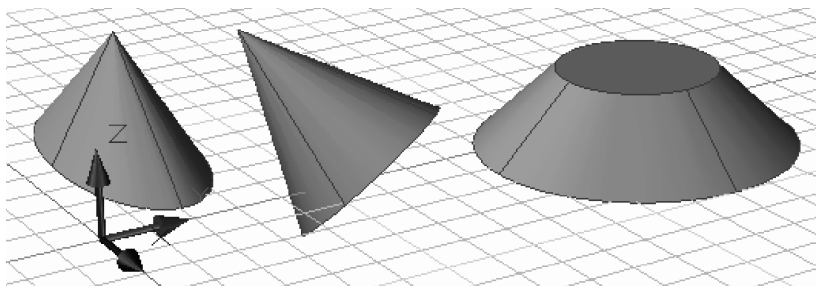

Fig. 9.10 Con elipsoidal, con înclinat, trunchi de con
- Construcția unui con elipsoidal – Fig. 9.10. Dialogul este:
- Construcția unui con înclinat – Fig. 9.10. Dialogul este:
- Construcția unui trunchi de con – Fig. 9.10. Dialogul este: